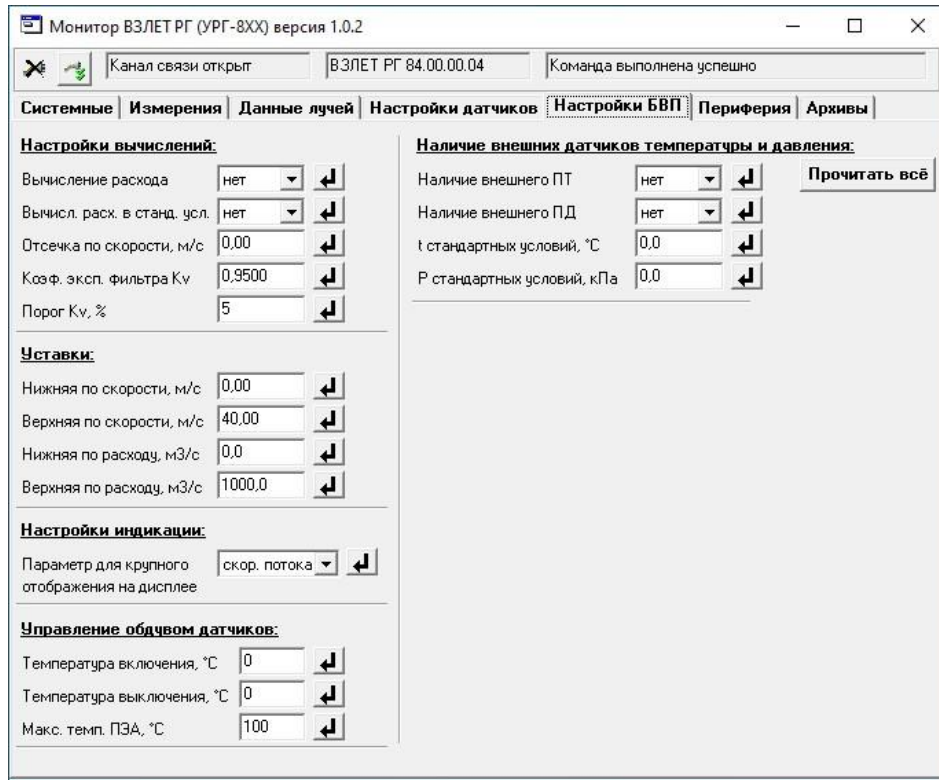

Рисунок 26 - Вкладка «Настройки БВП»
6.7.1 Во вкладке «**Настройки БВП**» (рисунок 26) доступны для редактирования параметры вычислений объемного расхода (поле «**Настройки вычислений:**»), уставки по расходу (поле «**Уставки**»), выбор отображаемого на дисплее параметра (поле «**Настройки индикации:**»), а также вводятся параметры включения обдува ПЭА Г (поле «**Управление обдувом датчиков:**») и необходимые установки внешних датчиков температуры и давления (поле «**Наличие внешних датчиков температуры и давления:**»).